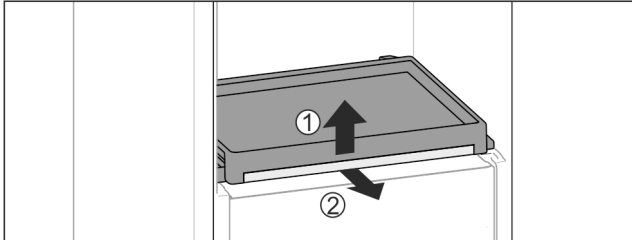

Fig. 107
- ▶ Выньте выдвижную панель со стеклянной панелью: Слегка приподнимите спереди стеклянную полку Fig. 107 (1) и потяните вперед Fig. 107 (2).